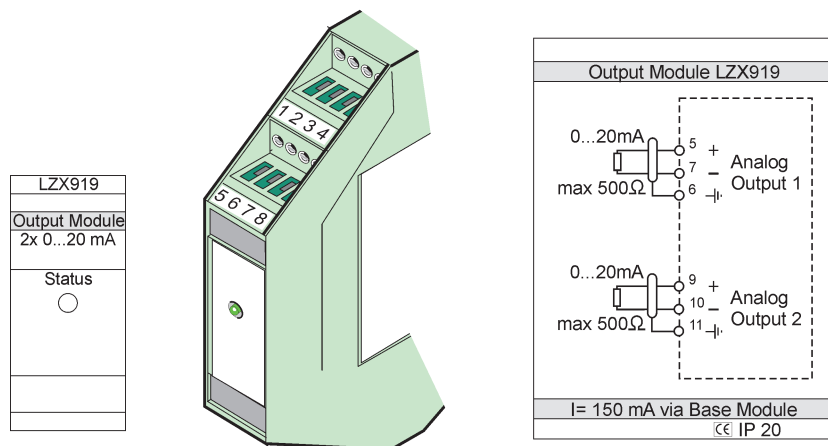

Figura 78 Módulo de saída externo
3. Efectue as ligações correctas conforme mostrado na Figura 78 e Tabela 51.